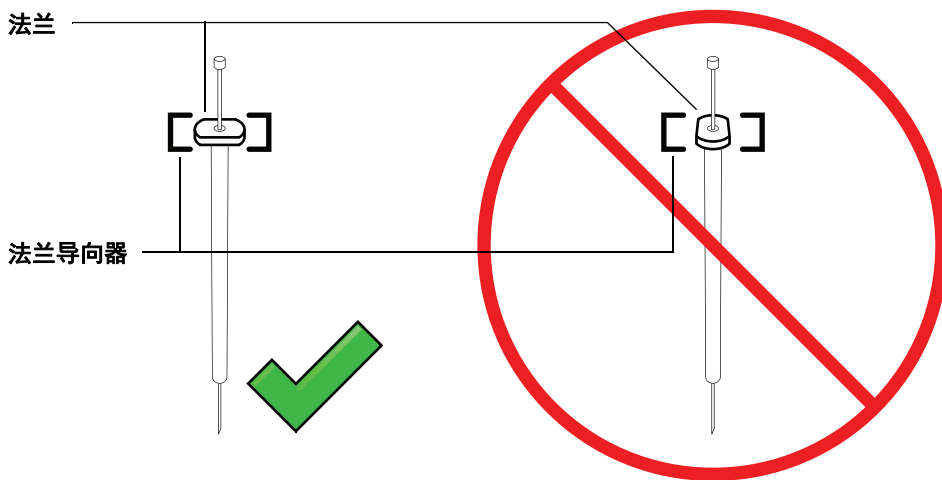

图 68 进样针法兰方向
- 7 将进样针法兰与法兰导向器对齐并将进样针按压到位，同时让针头留在针头支撑底座的导孔中。确保进样针法兰的平整边朝外（图 68）。